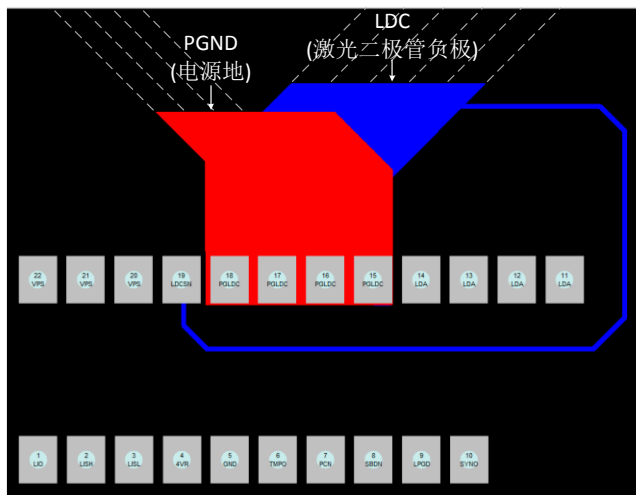
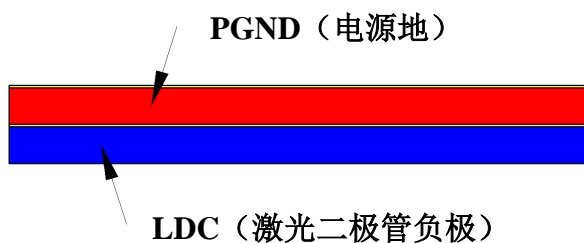
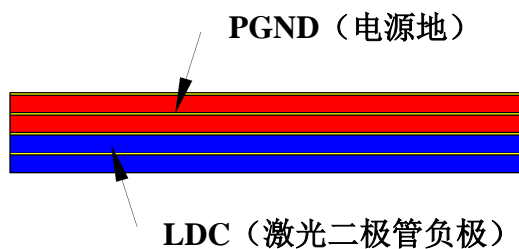
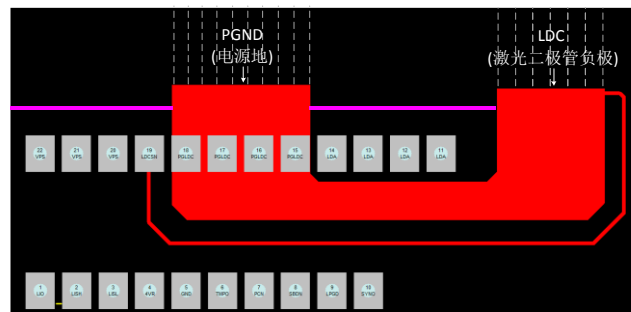

图 15、双层 PCB 布局
图 16、双层 PCB 的剖面图
图 17、四层 PCB 的剖面图
图 18、单层 PCB 布局
4、如果 PCB 用于安装激光驱动器。PGLDC 引脚的布局请参见下图。如果 PCB 有两层，顶层（红色）用于布线 PGND，底层（蓝色）用于布线 LDC，参见图 15。如果 PCB 有四层，则最上面两层用于布线 PGND，底部两层用于布线 LDC。图 16 和图 17 分别显示了两层和四层 PCB 的剖面图。如果 PCB 是单层的，PGND 引脚的布线参考图 18。